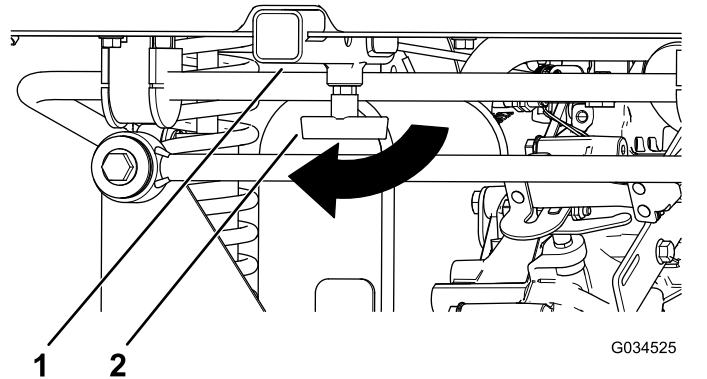

图 17
1. 顺时针旋转“T”形手柄松开手柄 图 17。
2. 将配件插入接收器直至孔对齐 图 17。